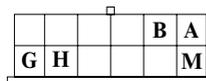
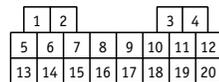

Рис. 5.4
Рис. 5.5
**провод с белым кембриком** - подключите к K-линии к контакту "7" диагностической колодки OBD II, рис. 5.3; к контакту "M" диагностической колодки, рис.5.4; к контакту "9" универсального разъема KIA, рис. 5.5; к контакту "11" диагностической колодки, рис. 5.6.
**провод с черным кембриком** - подсоедините к корпусу; или к контакту "5" диагностической колодки OBD II, рис. 5.3; к контакту "A" диагностической колодки, рис. 5.4; к контакту "4" или "12" универсального разъема KIA, рис. 5.5; к контакту "12" диагностической колодки, рис.5.6.
**провод с красным кембриком** - подключите к цепи "+12 В", защищенной предохранителем; к плюсовой клемме аккумулятора; или к контакту "16" диагностической колодки OBD II; к контакту "H" ("G") (ДК), рис. 5.4; к контакту "7" универсального разъема KIA, рис. 5.5 (убедитесь с помощью вольтметра, что на этот контакт приходит постоянное напряжение +12В); к контакту "2" диагностической колодки, рис.5.6.